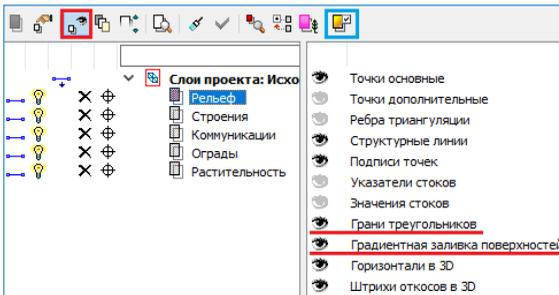

Рис. 6.25
10. При необходимости поверхность можно отображать градиентной заливкой. Для этого в **Фильтрах видимости** (рис. 6.25) слоя **Рельеф** включите **Градиентную заливку поверхностей** (кнопка  вкладки **Слой**).